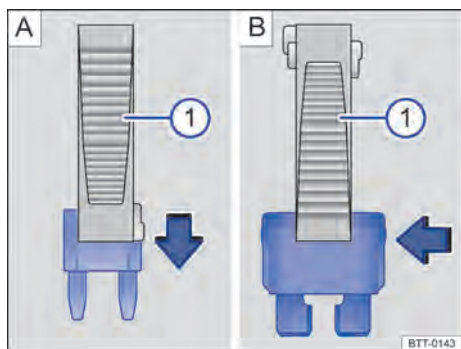

Fig. 143 Remover ou instalar um fusível com a garra da pinça de plástico ①.
- Se necessário, retirar a pinça de plástico → Fig. 143 ① do suporte. O suporte se encontra na parte traseira da caixa de fusíveis perto da tomada de conexão para diagnóstico.
- Em caso de *fusíveis pequenos*, encaixar a garra ① por cima → Fig. 143 A.
- Em caso de *fusíveis maiores*, empurrar a garra ① lateralmente sobre o fusível → Fig. 143 B.
- Caso o fusível esteja queimado, substituir o fusível por um novo da *mesma* intensidade de corrente (mesma cor e inscrição) e do *mesmo* tamanho → ①.